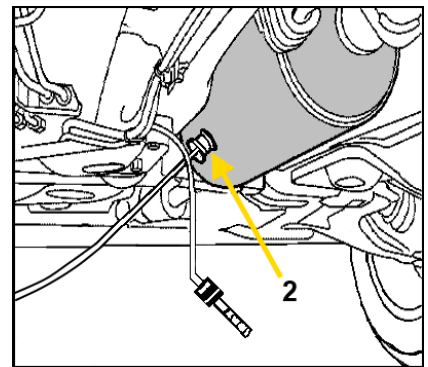

Figura 3
2. Os detergentes e líquidos de lavagem recomendados pelo fabricante automóvel são injetados com uma sonda (Figura 3) no filtro de partículas. Os avisos de aplicação do fabricante devem ser consultados.